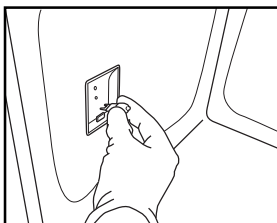

Fig. 8
4. Byt ut glödlampan (för typ av lamp – se anmärkning) (fig. 8).